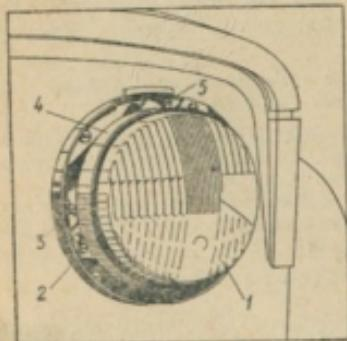
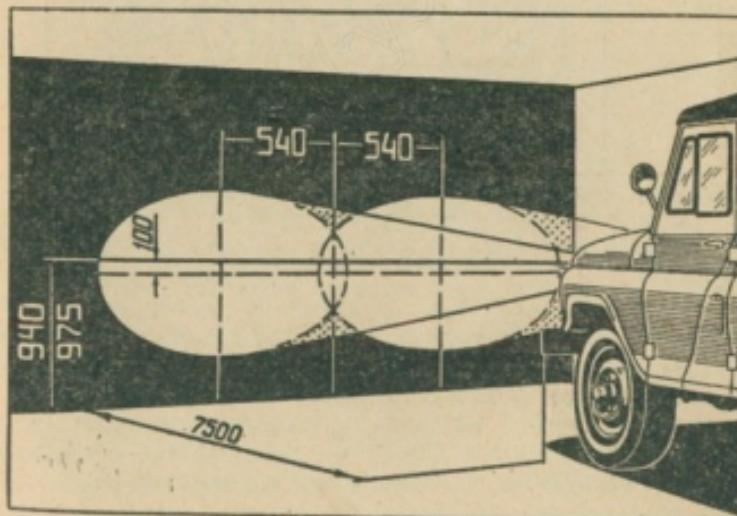

Рис. 121. Фара:
Рис. 122. Разметка экрана для регулировки фар
3. Включить « дальний » свет и, закрыв одну из фар, установить другую регулировочными винтами 3 и 5 (см. рис. 121) так, чтобы световое пятно на стене или экране было расположено, как показано на рис. 122.